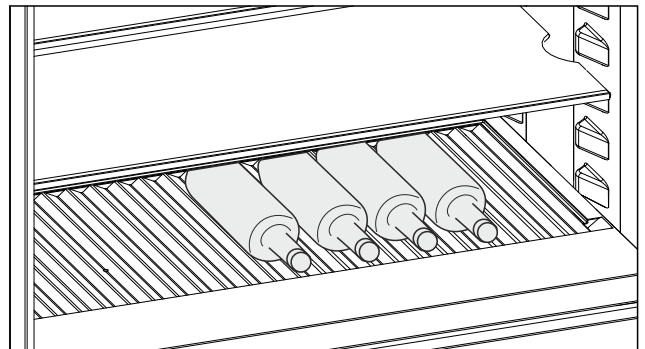

Fig. 156 Beispielhafte Darstellung
- Flaschen mit dem Boden nach hinten zur Rückwand einlegen. (siehe Fig. 156)